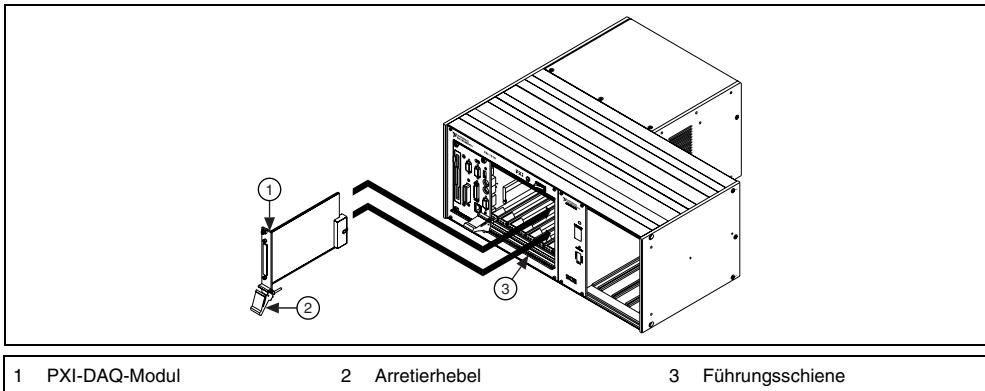

Abbildung 4. Einstecken eines PXI-Moduls in ein leeres Chassis
2. Führen Sie das Modul wie in Abbildung 4 in die Führungsschienen ein.